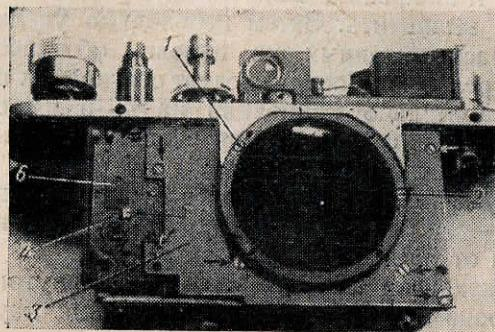
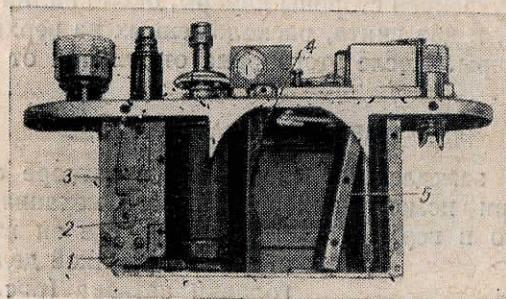

Рис. 106. Расположение рычагов автоспуска и винтов панели объектива
Рис. 107. Винты автоспуска и внутренней бленды
**Панель объектива.** Для подступа к устройству шторного механизма удаляется панель объектива (рис. 106). Вывинтив четыре винта на кольце опорной плоскости объектива, удаляют кольцо. Под кольцом имеются два винта — 1 и 2, крепящие внутренние бленды камеры. Их тоже надо вывинтить. Затем необходимо удалить шесть винтов, расположенных на панели, обозначенных на рис. 106 стрелками. Панель следует стягивать к низу камеры, предварительно приподняв на 4—5 мм ее свободный край. После снятия панели объектива удаляют внутренние бленды 4 и 5 (рис. 107).
**Автоспуск.** Для снятия автоспуска вывинчиваются три винта — 1, 2, 3 (рис. 107), после чего механизм легко отделяется от рамы механизма затвора.
жух, установить на место рычаг завода автоспуска и проверить взаимодействие работы автоспуска. Если при этом будет установлено нарушение работы рычагов 4 и 6 (см. рис. 106), необходимо их отрегулировать.
После завода пружины включение автоспуска производится нажатием кнопки. Кнопка с внутренней стороны имеет конусное сечение. Благодаря конусу рычаг 6 (рис. 106) отодвигается, освобождая от замыкания анкерную вилку, и механизм приходит в действие.
пластинки 6 (рис. 106), вследствие чего верхний конец пластины отклоняется влево и замыкает анкер.